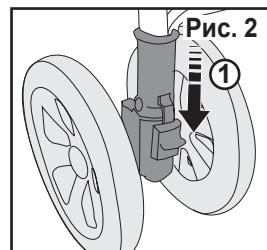

Рис. 2
Поместите носок под замок стояночного тормоза бар и поднимите в разблокированное положение (Рис. 2).
1. Сдвиньте блокирующее устройство поворотного механизма вниз, чтобы разблокировать колесо (Рис. 2).